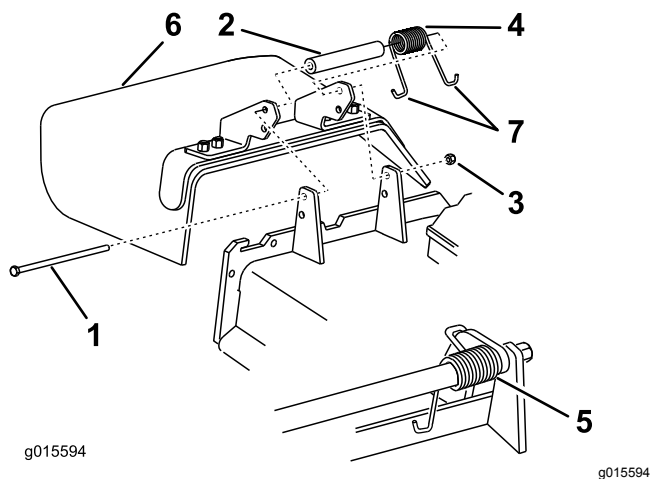

Figura 88
- Retire a porca de bloqueio, o parafuso, a mola e o espaçador que fixam o defletor aos apoios de articulação (Figura 88).
Nota: Certifique-se de que está instalada uma extremidade em J por detrás da extremidade da plataforma antes de colocar o parafuso como se mostra na Figura 88.
6. Coloque uma extremidade em gancho J da mola em torno do defletor de relva (Figura 88).